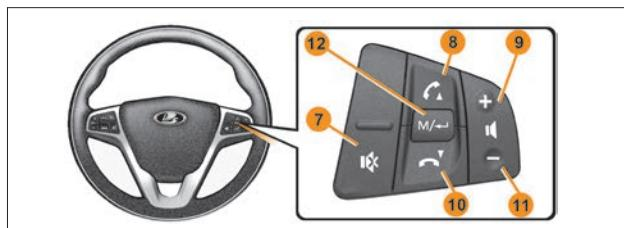

Рис. 2. Блок управления мультимедийной системой
- выключатель «**M/↔**» – выбор источника (радио/USB/SD), (рис. 2, п. 12);